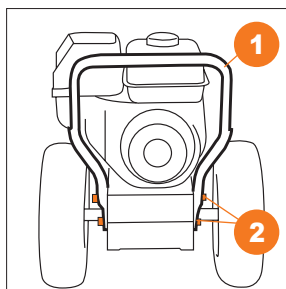

Рис. 4
- Присоедините и закрепите нижнюю часть рукоятки **1** к корпусу снегоуборочной машины с помощью крепежных элементов **2** (болт М8х35 – 4 шт.) (Рис. 4).